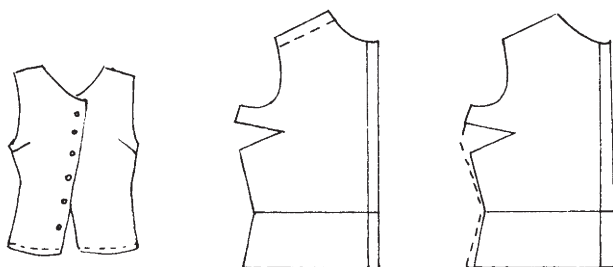

Рис. 48. Полочки расходятся снизу
*Дефект 14:* полочки расходятся снизу (рис. 48).